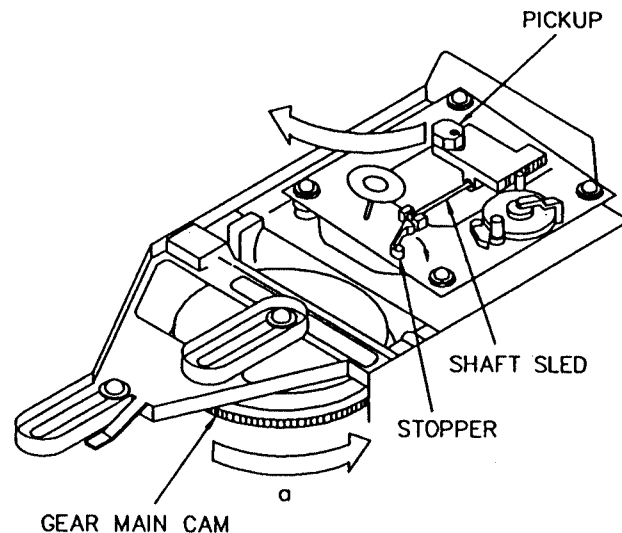

Figure 1
2) GEAR MAIN CAMを反時計方向（“a” の方向）に回し、figure 1のようにCDメカを持ち上げる。
5) CDメカをfigure 1のように上げて、SHAFT SLEDを取り付ける。
2) Turn GEAR MAIN CAM to the counterclockwise (arrow “a”) direction, and lift up CD mechanism. (figure 1)
5) Lift up CD mechanism (figure 1), and Reassemble the SHAFT SLED.